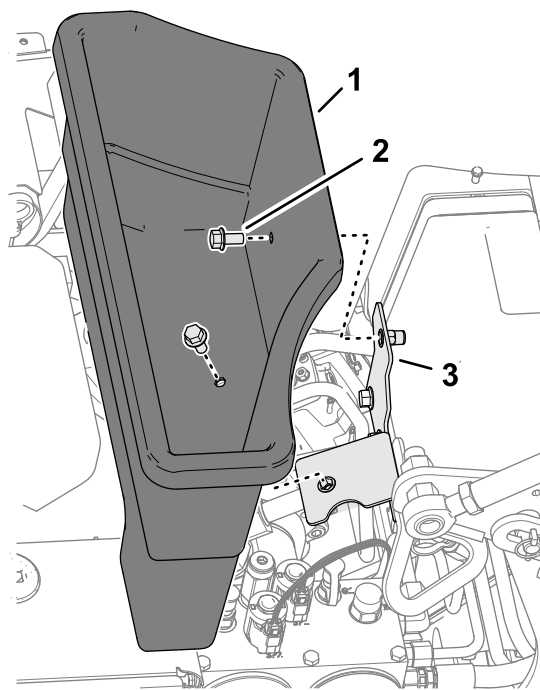

Figura 115
3. Retire os 2 parafusos de cabeça flangeada que prendem a caixa de armazenamento ao suporte da caixa (Figura 115).